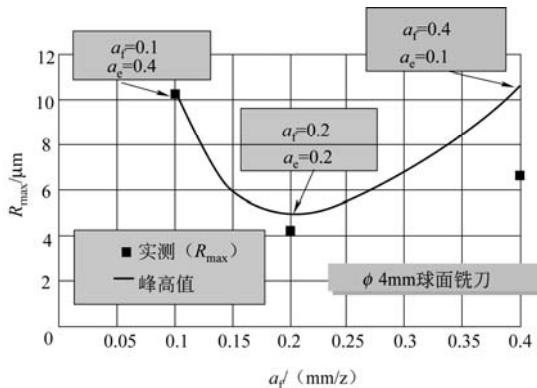

图 1-17 径向切削深度与每齿进给量对表面粗糙度的影响
(2) 选择径向切削深度 在应用球头铣刀进行精加工曲面时, 为了获得较好的表面粗糙度以减少或省去手工抛光, 径向切削深度最好和每齿进给量相等, 这样加工出的表面纹理比较均匀, 而且表面质量很高, 如图 1-17 所示。